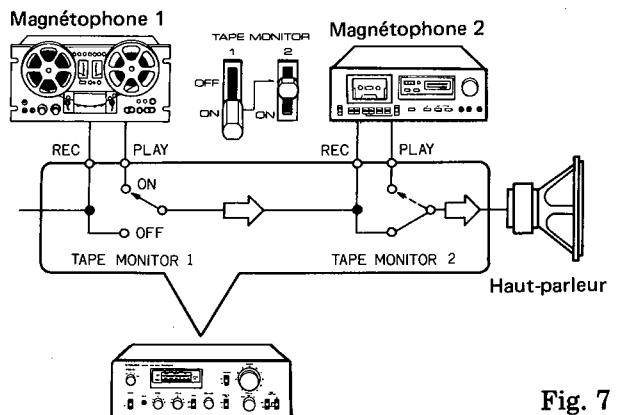

Fig. 7
1. Comme indiqué sur la Fig. 7, régler l'interrupteur de contrôle de magnétophone 1 sur ON si le magnétophone est raccordé aux prises TAPE 1. Régler l'interrupteur de contrôle de magnétophone 2 sur ON si le magnétophone est raccordé aux prises TAPE 2.